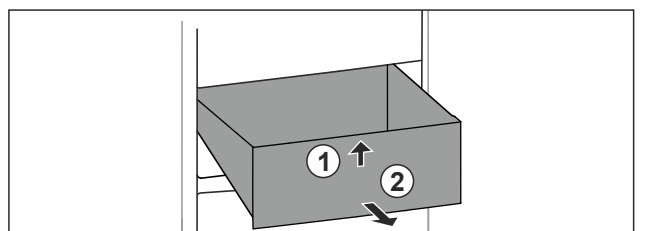

Fig. 25
- ▶ Predal spredaj dvignite. *Fig. 25 (1)*
- ▶ Predal vzemite ven v smeri naprej. *Fig. 25 (2)*